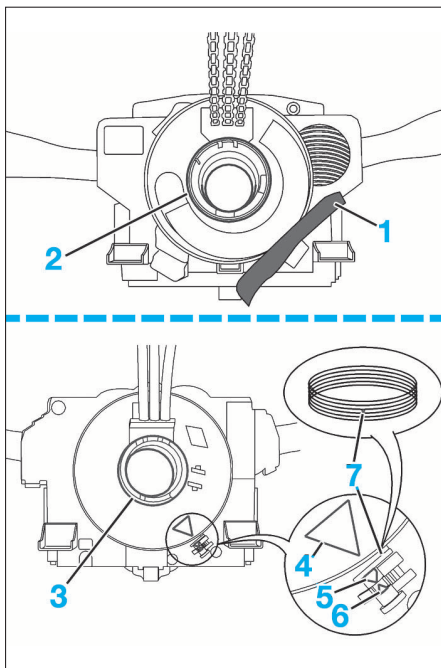

FIG. 6
- Il est immobilisé par une étiquette de garantie (1) déchirable pour un produit VALEO (anciennement SYLEA) (Fig.6).
- Appuyer au centre du contacteur tournant (2) ou (3) (Fig.6).